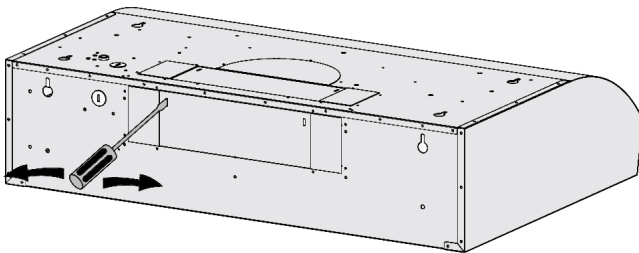

Figure 10
- Pour une évacuation rectangulaire 10 po ou 14 po vers l'arrière (horizontale), il suffit d'installer le registre rectangulaire fourni (voir les figures 10, 11 et 12) en utilisant quatre vis ST4 × 8 mm pour l'évent 10 po, huit vis ST4 × 8 mm pour l'évent 14 po.